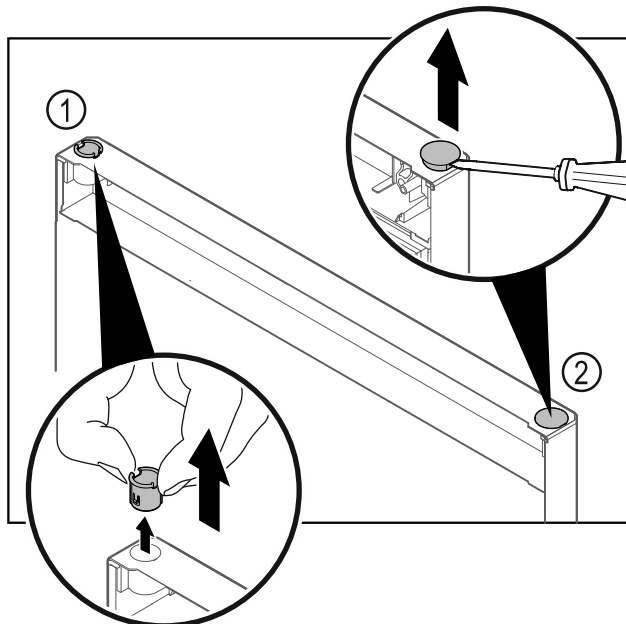

Fig. 24
- ▶ Extrageți bucașa balamalei Fig. 24 (1) cu degetele.
- ▶ Ridicați dopul de acoperire Fig. 24 (2) cu precauție cu o șurubelniță dreaptă și extrageți-l.